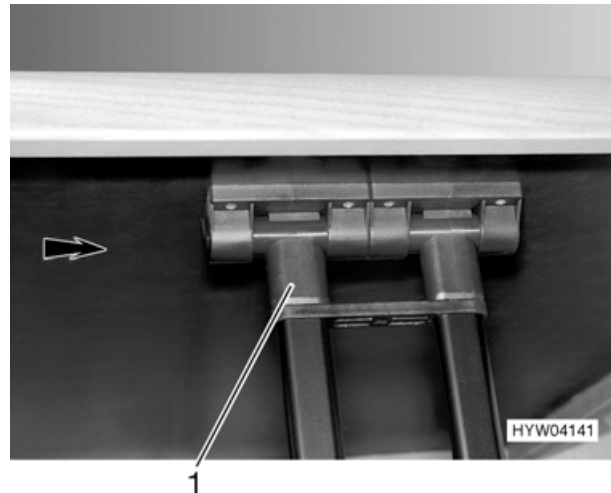

Bild 38 Tischfuß des Wohnraumtisches
- Halterung (Bild 38,1) in Pfeilrichtung drücken und Tischfuß einklappen.